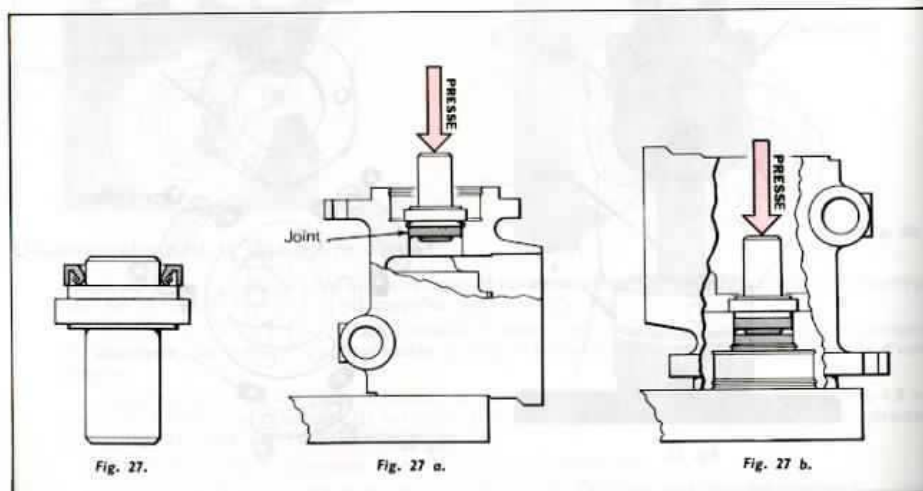

Fig. 27.
- Positionner le joint sur l'outil spécial (fig. 27), puis montage à la presse dans le carter (fig. 27 a).
- Inverser le sens du carter, placer un second joint sur l'outil spécial (fig. 27), puis montage à la presse jusqu'à venir en butée (fig. 27 b).
Fig. 27 a.
Fig. 27 b.